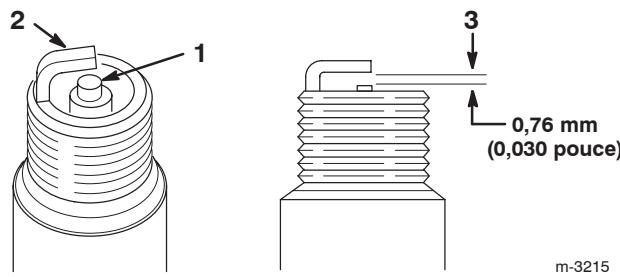

Figure 25
- Inspectez le centre de la bougie (Fig. 25). Si le bec de l'isolateur est recouvert d'un léger dépôt gris ou brun, le moteur fonctionne correctement. S'il est couvert d'un dépôt noir, c'est généralement signe que le filtre à air est encrassé.
- Contrôlez l'écartement entre l'électrode centrale et l'électrode latérale (Fig. 25). Courbez l'électrode latérale (Fig. 25) si l'écartement est incorrect.